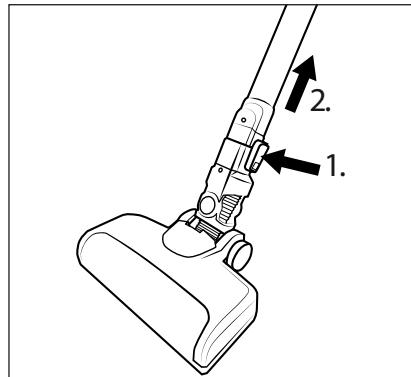

Fig. 12
- ◆ For at fjerne gulvbørsten ① fra sugerøret ③, skal du trykke på oplåsningsknappen til gulvbørsten ② og holde den nede og tage sugerøret ③ ud af gulvbørsten ① (se fig. 12).